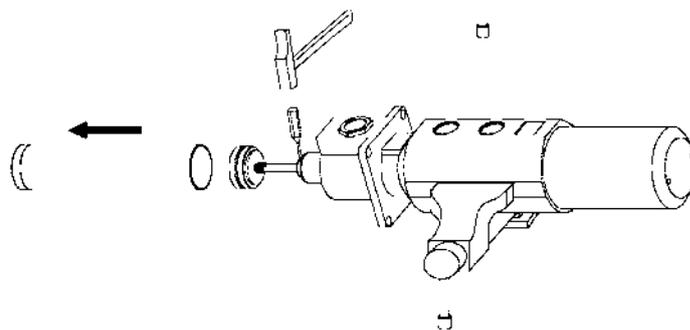

Fig. 5
3. Remove the pin (21) situated in the upper part of the connecting rod (20) (fig. 5) and unscrew the rod from the air piston (9).
3. Extraer el pasador (21) situado en la parte superior del eje válvula impulsión (20) (Fig. 5) y desenroscar el eje del vástago (9).